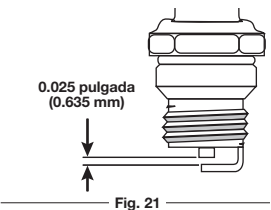

Fig. 21
- Reemplace la bujía si está rajada, corroída o sucia. Ajuste el espacio de la bujía a 0.025 pulgada (0.635 mm) con la ayuda de un calibrador de hoja (Fig. 21).